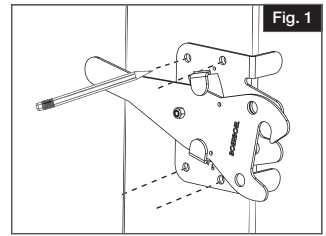

Fig. 1
- Sostenga el cerrojo en la parte lateral del poste y marque las ubicaciones de los agujeros guía, como se muestra (Fig. 1).